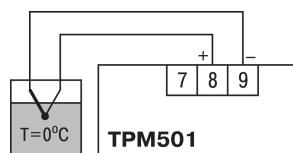

Рисунок 8.7 – Схема подключения
- Выключить питание прибора. Отключить от входа сигнал потенциометра и подсоединить вместо него концы отградуированной термопары соответствующего типа. Поместить рабочий спай ТП в сосуд со смесью воды и льда (температура $0 ^\circ\text{C}$), см. рисунок 8.7.